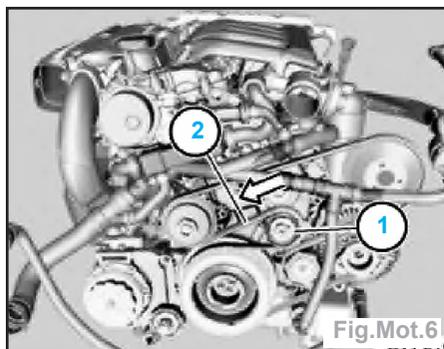

Fig.Mot.6
- Repousser le tendeur de courroie (1) dans le sens de la flèche (Fig.Mot.6).
- Retirer la courroie (2).